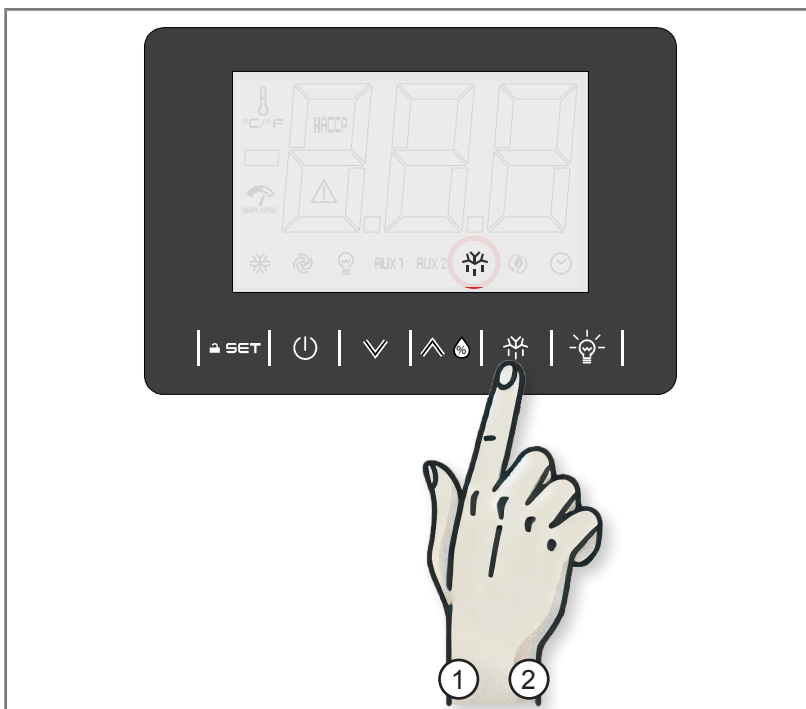

Fig 3.7 - Touche de dégivrage
1. Appuyer sur la touche DÉGIVRAGE pendant 2 secondes (1 - Fig. 3.7) : l'écran affiche l'icône DÉGIVRAGE.
2. Appuyer sur la touche DÉGIVRAGE pendant 2 secondes (2 - Fig. 3.7) : l'écran n'affiche pas l'icône DÉGIVRAGE.